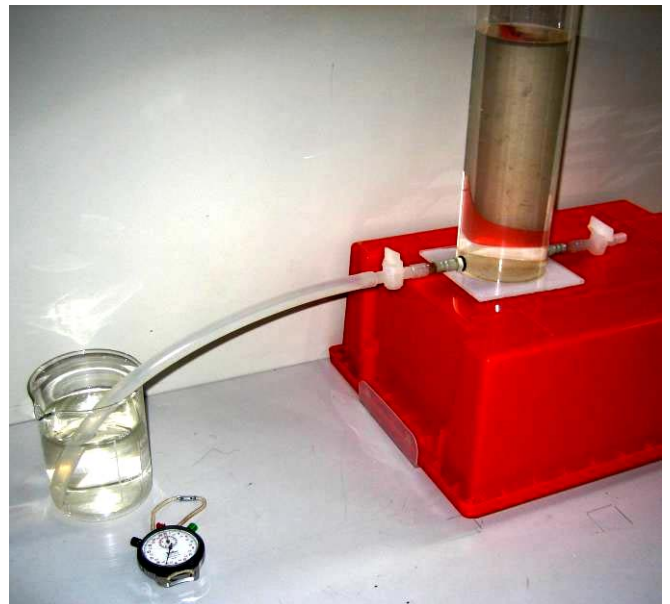

Abb. 7: Die Wasserstromstärke wird ermittelt
**Versuchsaufbau:** Abbildung 7, zusätzlich Messgefäß und Stoppuhr